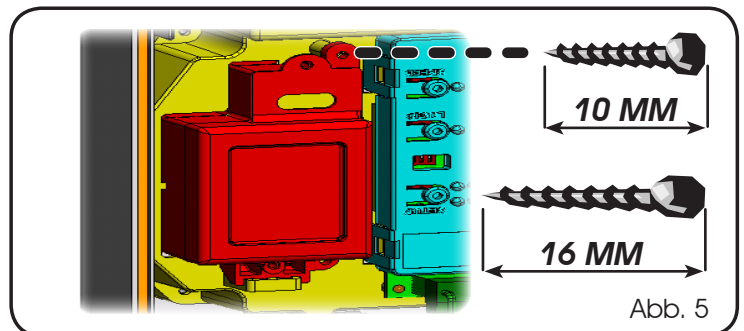

Abb. 5
2. Die Batterie in die soeben ausgebildete Aufnahme einsetzen und an den entsprechenden Verankerungshalterungen befestigen (Abb.5).